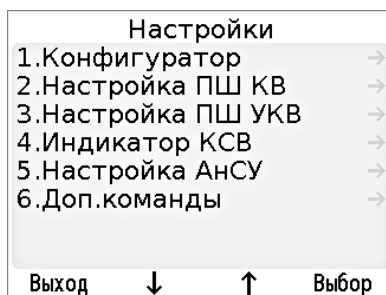

Рисунок 2.14
2.2.12.2 Для проведения проверки КСВ войти в **«Меню»**, затем **«Настройки»**, затем выбрать строку **«4.Индикатор КСВ»**, смотри рисунок 2.14, нажатием клавиши **«4»**, либо клавиши перемещения по меню **«F2»** и **«F3»**, затем **«F4»** - выбор. Откроется окно, представленное на рисунке 2.24.
«**5.Настройка АнСУ**», смотри рисунок 2.14, нажатием клавиши «**5**», либо клавиши перемещения по меню «**F2**» и «**F3**», затем «**F4**» - выбор. Откроется окно, представленное на рисунке 2.25.
2.2.14.1 Для настройки шумоподавителей войти в «**Меню**», затем «**Настройки**», выбрать строку настраиваемого диапазона - «**2.Настройка ПШ КВ**» или «**3.Настройка ПШ УКВ**», смотри рисунок 2.14, нажатием клавиши «**2**» или «**3**» соответственно, либо клавиши перемещения по меню «**F2**» и «**F3**», затем «**F4**» - выбор. Откроется окно, представленное на рисунке 2.26.